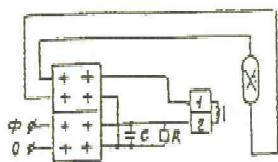

Рис.3
5.5. Ввести через сальниковый ввод внутрь корпуса провода сети и подключить к клеммной колодке на панели ПРА, предварительно закрепив их планкой для зажима проводов, согласно схеме рис.3, а провод заземления к зажиму заземления на панели